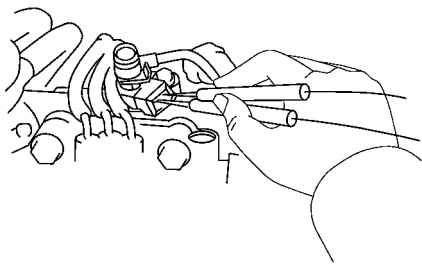

图 2-93 用欧姆表测量喷射器电阻
1) 脱开冷起动喷射器的接插件，使用欧姆表测量喷射器的电阻，如图 2-93 所示。